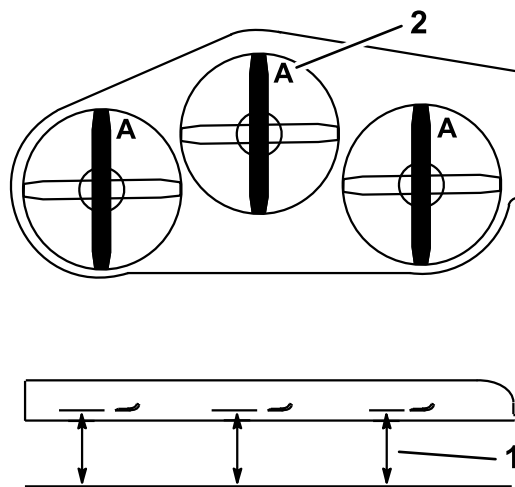

Figura 65
3. Gire las cuchillas hasta que los extremos estén orientados hacia adelante y hacia atrás (Figura 65). Mida desde una superficie nivelada hasta el filo de corte, posición A, de las cuchillas (Figura 65). Anote esta dimensión.